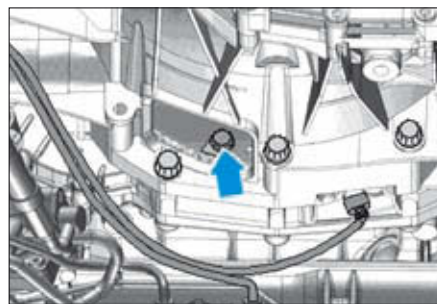

FIG. 16
- Tourner les roues dans sens de rotation du moteur afin de déposer les 3 vis du plateau d'entraînement positionnées tous les 120° (Fig.16).